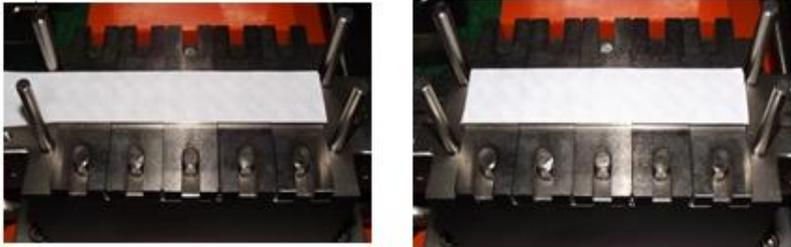

图 2
(3) 从双面胶固定台架上取强力双面胶平整地粘于五片试样座之上，两边切平整（见图 2）